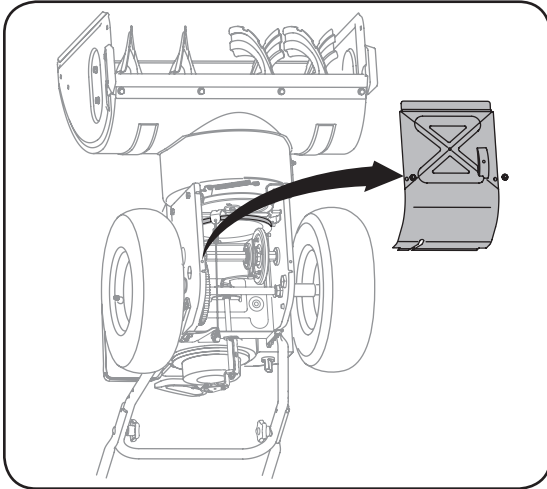

Figure 6-5
2. Basculez doucement la souffreuse vers l'avant pour la faire reposer sur l'habillage de la tarière. Voir la Figure 6-5.
3. Démontez le couvre-châssis du dessous de la souffreuse en retirant les quatre vis auto-taraudées qui le maintiennent en place. Voir la Figure 6-5.
2. Basculez doucement la souffreuse vers l'avant pour la faire reposer sur l'habillage de la tarière. Démontez le couvre-châssis du dessous de la souffreuse en retirant les quatre vis auto-taranduses qui le maintiennent en place. Voir la Figure 6-5.
1. Basculez la souffluse vers l'avant (après avoir vidé le réservoir d'essence ou avoir placé un morceau de plastique sous le bouchon d'essence si la souffluse a déjà été utilisée.), puis démontez le couvre-châssis du dessous de la souffluse en retirant les vis auto-taranduses. Voir la Figure 6-5 à la page 17.